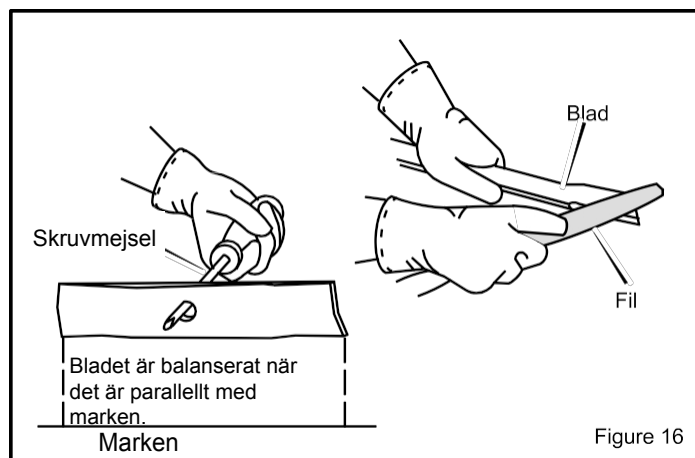

Figure 16
4. Slipa bladet med en fil (bild 16). Se till att behålla den ursprungliga avfasningsvinkeln.